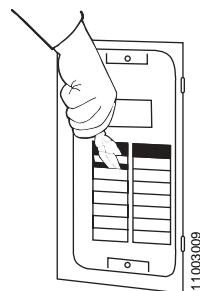

Figure 8: Twistout Removal
1. Remove the cover twistouts. See Figure 8.
1. Retirer les plaquette à tordre du couvercle. Voir la figure 8.